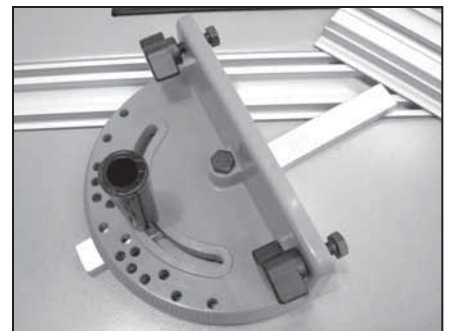

Figure 9
3. Insérer deux (2) boulons de 8 mm – 1,25 x 25 mm dans la face de la jauge à onglets. Visser, sans les serrer, les boutons en T sur les deux boulons comme il est illustré à la figure 9.